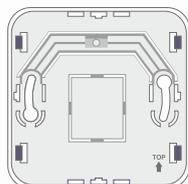

Fig. 2c
- Installer la partie inférieure dans la zone sélectionnée comme indiqué en fig. 2c avec deux vis. Prendre en compte le repère (flèche marquée du mot « TOP ») indiquant l'orientation correcte de la partie inférieure du boîtier.